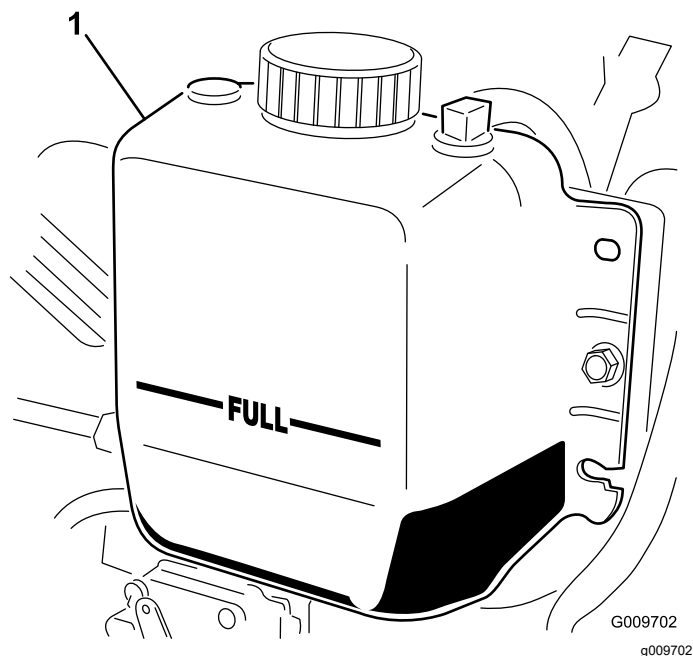

Figura 116
3. Controllate il livello del refrigerante nel radiatore. Il radiatore deve essere riempito fino alla parte superiore del collo del bocchettone ed il serbatoio di espansione fino al segno di pieno FULL (Figura 116).